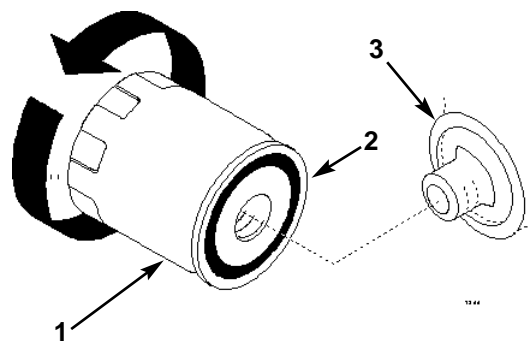

Bild 22
2. Den alten Filter entfernen und die Filteradapterdichtfläche (Bild 22) sauber wischen.
3. Die Gummidichtung am Austauschfilter mit einer dünnen Schicht von frischem Öl überziehen (Bild 22).
4. Den Austauschölfilter in den Filteradapter einschrauben. Den Ölfilter soweit im Uhrzeigersinn drehen, bis die Gummidichtung mit dem Filteradapter Kontakt nimmt, dann den Filter um eine weitere $\frac{1}{2}$ Umdrehung festziehen (Bild 22).